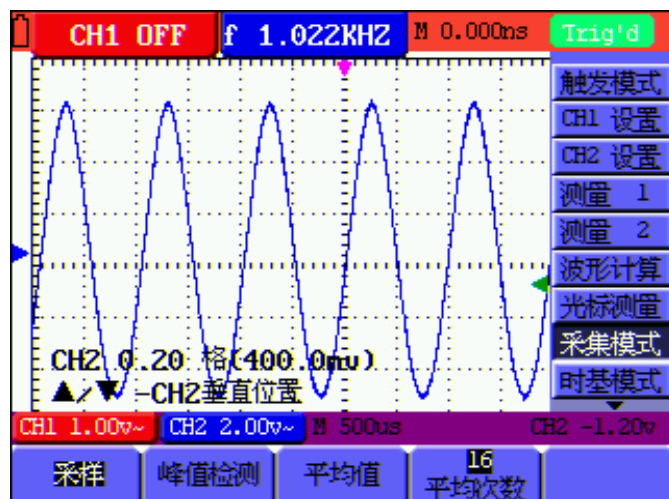

图 14：平均值采样方式
3. 按 **F3** 键，选择 **平均值**，再按 **F4** 键，选择 **平均次数 16** 次。这时会平均 16 次测量结果显示。见图 14：